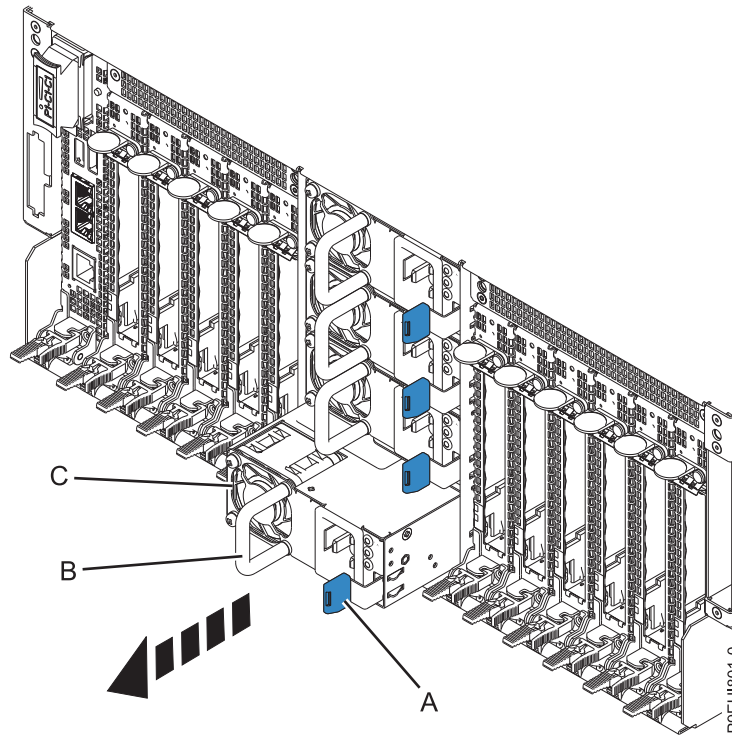

Figura 5. Extracción de una fuente de alimentación de la parte posterior del chasis del sistema
2. En la parte posterior del sistema, extraiga la brida que conecta los cables SAS con la fuente de alimentación (C), tal como se muestra en la Figura 5 en la página 8.
3. Presione la pestaña de sujeción (A) a la izquierda, como se muestra en la Figura 5 en la página 8.
4. Utilizando el asa **(B)**, tire de la fuente de alimentación para extraerla del sistema, tal como se muestra en la Figura 5.